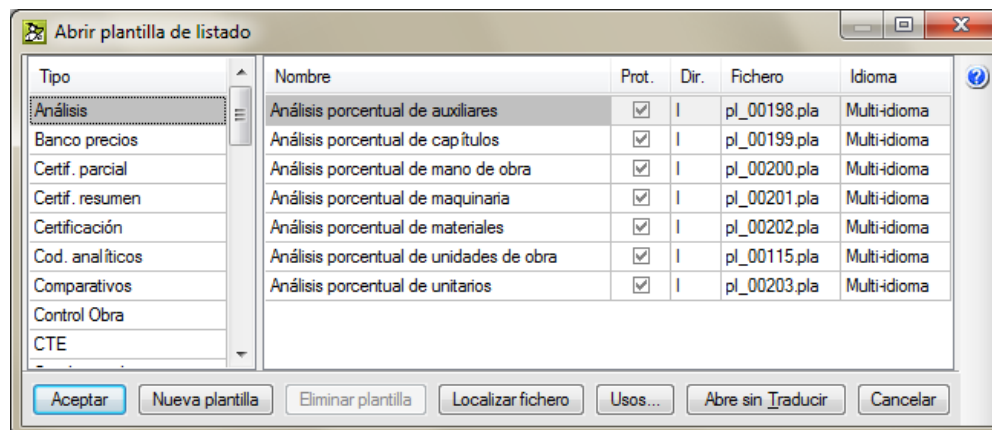

Fig. 2.23
Para hacer modificaciones en listados hay que seleccionar la opción **Editar plantillas de listados** del menú **Archivo > Imprimir**. Se mostrará el diálogo **Abrir plantilla de listado** (Fig. 2.23) con todas las plantillas de listados disponibles.
Para crear una nueva plantilla de listado hay que seleccionar la opción **Editar plantillas de listados** del menú **Archivo > Imprimir**. Se mostrará el dialogo **Abrir plantilla de listado** (Fig. 2.23) con todas las plantillas de listados disponibles y, a continuación, hay que pulsar sobre el botón **Nueva plantilla**.
- **Para versión 2015.a o posteriores**, la opción del menú **Archivo > Imprimir > Configurar listados para la memoria del proyecto** Fig. 2.23 permite cambiar las plantillas de los listados por defecto y su configuración que da el programa *Arquímedes* y que serán empleados en los apartados de Mediciones y Presupuestos del programa *Memoria del proyecto según el CTE*. Solamente puede seleccionarse plantillas del tipo **CTE**. El contenido y resultado final de las plantillas seleccionadas puede verse a modo de prueba desde el programa de *Arquímedes* realizando una salida de los listados a **Vista preliminar** desde la opción **Archivo > Imprimir > Imprimir listado** seleccionando el tipo **CTE** y las correspondientes plantillas a comprobar. Una vez que se cargue el presupuesto en el programa *Memoria del proyecto según el CTE* este tomará los valores y plantillas seleccionados desde la opción **Configurar listados para la memoria del proyecto**.